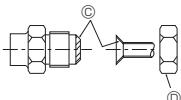

Fig. 5-1
(A) (Fig. 5-1)
(B) (Fig. 5-1)
### 5.2. Ühendustorud (Fig. 5-1)